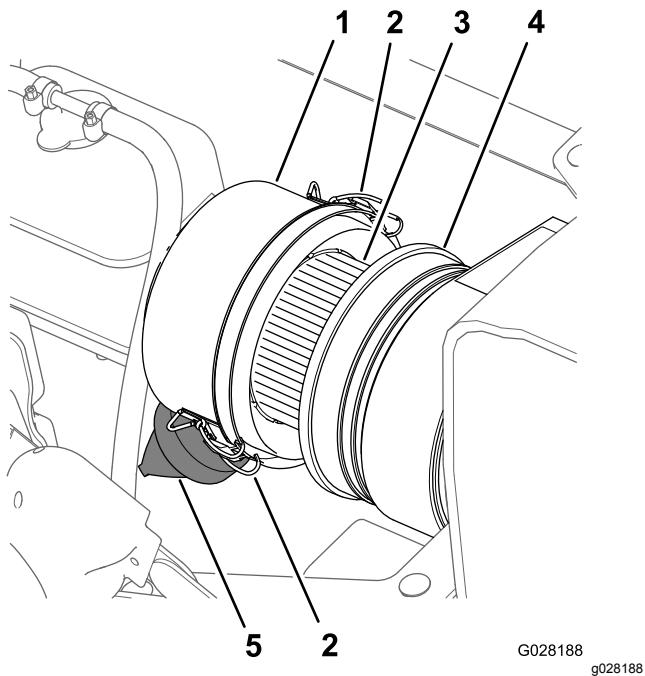
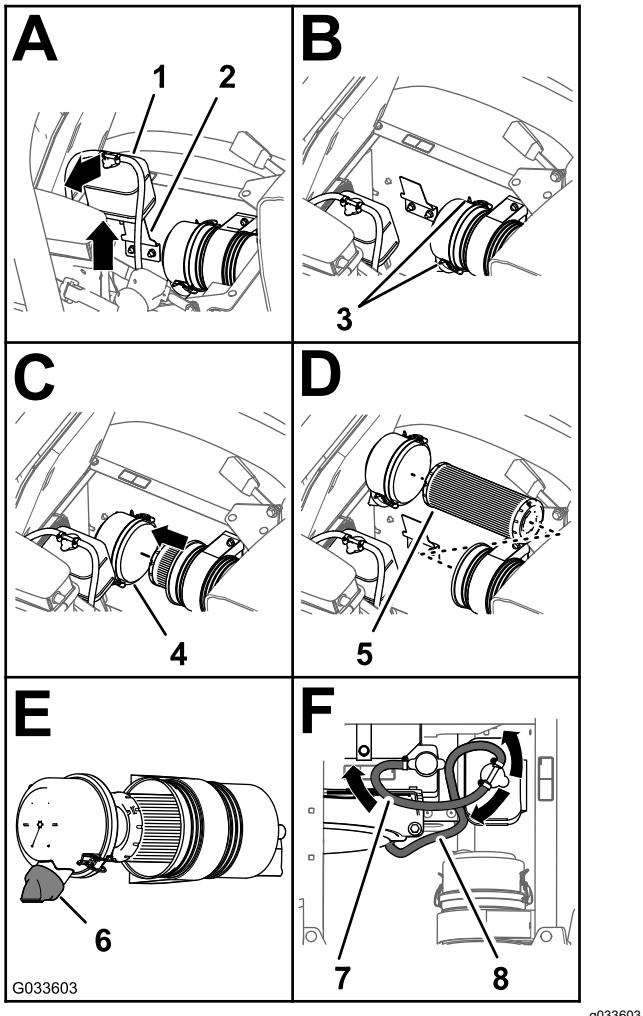

Figura 65
Figura 66
3. Limpie el tapón guardapolvo y el cuerpo del limpiador de aire (Figura 65).
4. Inspeccione la carcasa del limpiador de aire en busca de daños que pudieran causar una fuga de aire (Figura 65).
5. Apriete la válvula de polvo para limpiarla de suciedad, polvo y residuos (Figura 65).
7. Compruebe si el elemento del filtro de aire tiene una acumulación excesiva de suciedad, polvo y residuos (Figura 65).
8. Instale el tapón guardapolvo en el cuerpo del limpiador de aire, y sujetelo con los 2 enganches (Figura 65).
2. Limpie el tapón guardapolvo y el cuerpo del limpiador de aire (Figura 65).
3. Levante el depósito de expansión del refrigerante y retírelo del soporte del depósito (Figura 66).
4. Abra los dos enganches que sujetan el tapón guardapolvo a la carcasa del limpiador de aire (Figura 66).
6. Limpie el interior del tapón guardapolvo, la carcasa del limpiador de aire y la válvula de polvo con un trapo húmedo (Figura 65 y Figura 66).
7. Instale el elemento del limpiador de aire en la carcasa del limpiador de aire (Figura 66).
8. Instale la tapa sobre la carcasa del limpiador de aire y sujétela con los 2 enganches (Figura 66).
Nota: Asegúrese de que la válvula de polvo está en una posición entre las 5 y las 7, vista desde el extremo (Figura 66).
9. Alinee el depósito de expansión del refrigerante con el soporte del depósito y coloque el depósito firmemente (Figura 66).